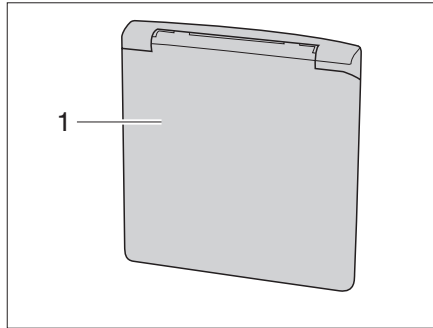

Fig. 13 Trampilla para conexión 230 V
- ▶ Trampilla exterior (Fig. 13,1) engazar abajo y girar hacia arriba.